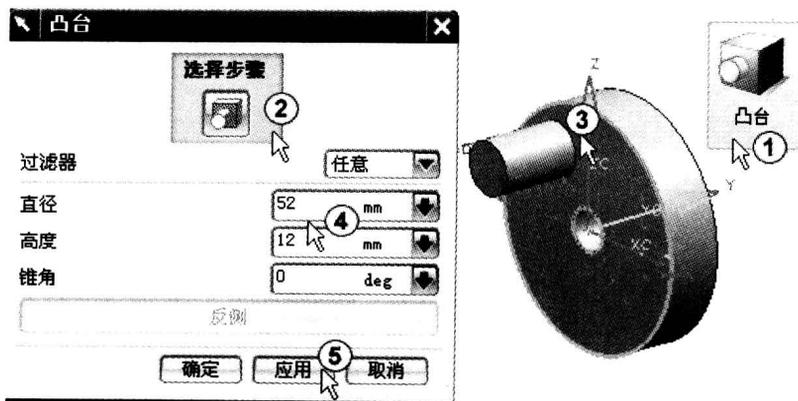

图 1-10 创建凸台 1
(1) 建立凸台 1。在“特征”工具栏中单击“凸台”图标按钮，如图 1-10 中①所示。系统弹出“凸台”对话框，在“选择步骤”栏中选择“放置面”，如图 1-10 中②所示。移动鼠标选择如图 1-10 中③所示的面作为凸台放置面。输入“直径”为 52，“高度”为 12，“锥角”为 0，如图 1-10 中④所示。单击“应用”图标按钮，如图 1-10 中⑤所示，系统弹出定位对话框。